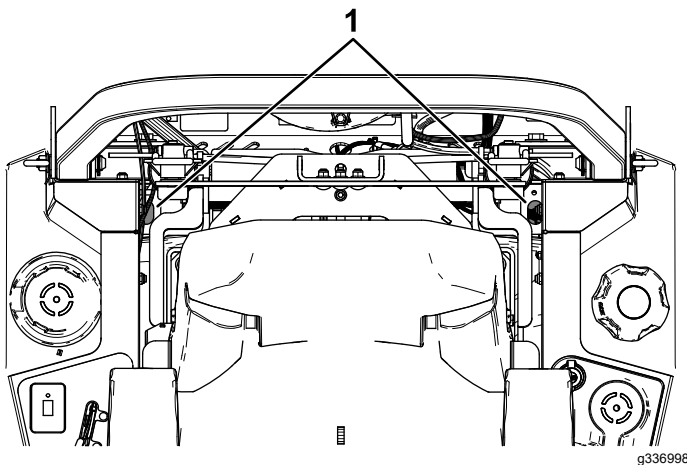

Figura 73
4. Con una prolunga e una bussola da 7/16", accedete al tappo di sfiato dall'alto della macchina attraverso i fori accanto ai supporti del roll bar (Figura 73).